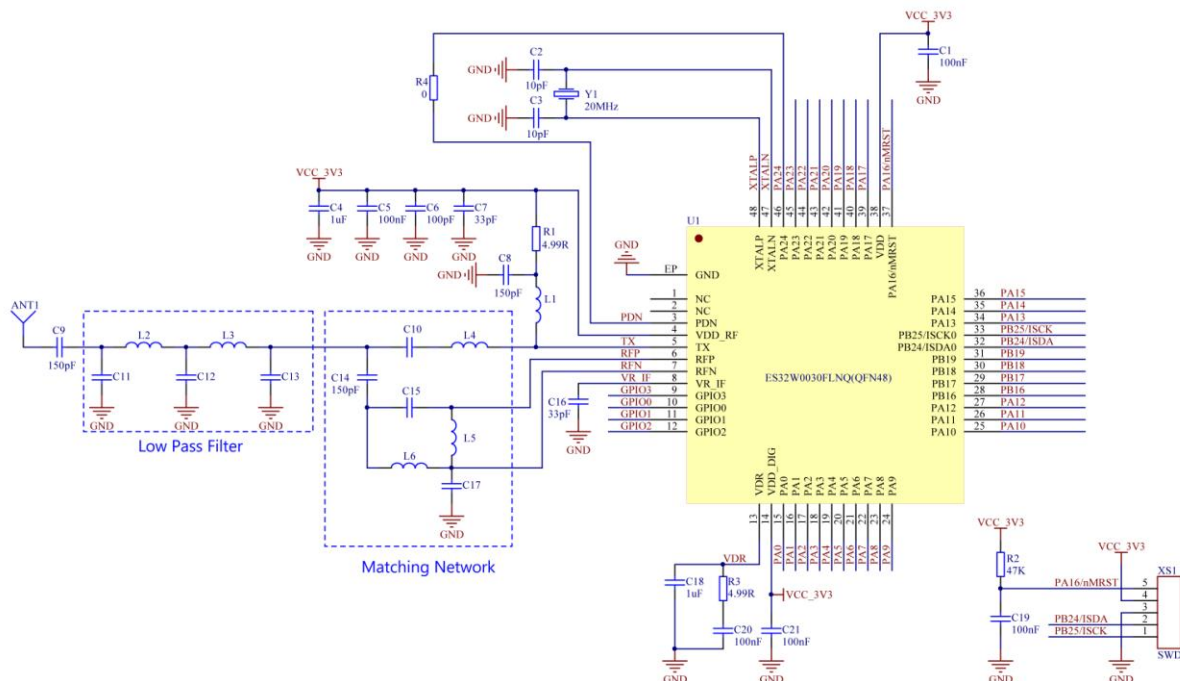

图 19-1 典型应用原理图
(1) 芯片中央的 EP 脚必须接地。
(2) 芯片内部 RF 的电源是 VDD_RF (4 脚) 和 VDD_DIG (14 脚), MCU 的电源是 VDD (38 脚), 它们在内部是不连的, 所以都需要连接到 VCC_3V3 外部电源上。
(3) RF 收发器的 POWER DOWN 模式使能输入引脚 PDN, 可以连接 MCU 的一个通用 IO 口来控制, 如果 IO 口不够用, 也可以直接接地 (注意, 接地后无法进入 POWER DOWN 模式)。由图 19-1 可知, 焊接 0 欧姆电阻 R4 时, 可以用 PA24 脚来控制 PDN。